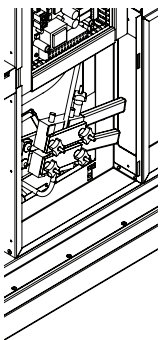

Abb. 18
- Verschweißen Sie die Riemenenden mit Hilfe von Schweißspiegel und Klemme (s. Abb. 18, 19).